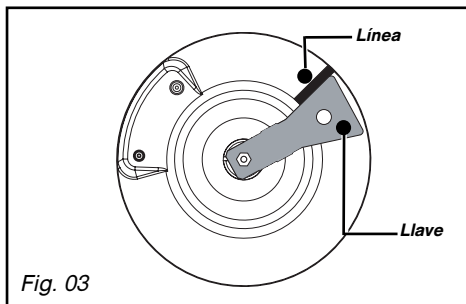

Fig. 03
En una instalación existente puede utilizarse un tubo flexible equipado con abrazaderas para tubos (de conformidad con la norma XP D 36-110) cuya duración de vida es de 5 años. En ese caso, es necesario utilizar un empalme sin olvidar colocar una arandela de estanqueidad entre el empalme y el codo de la placa (Fig. 03).
- Gire la llave en el sentido de las agujas de un reloj hasta que la línea aparezca al otro lado (Fig. 03).